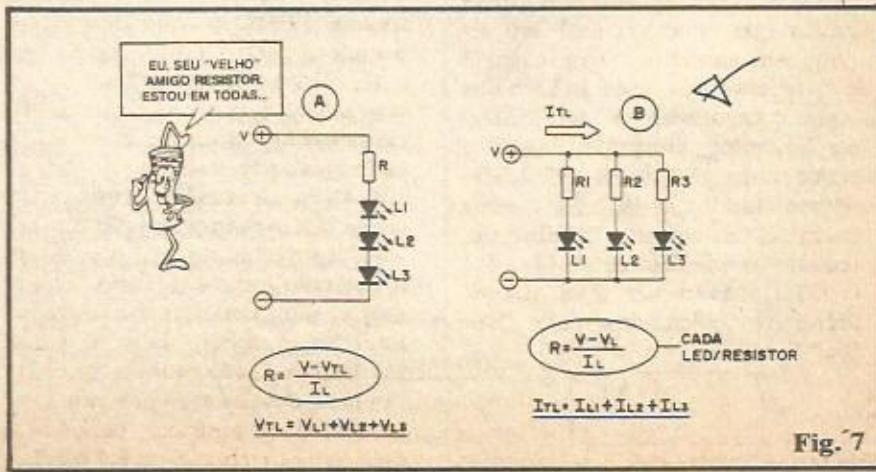

Fig. 7
- FIG. 7-A - Trabalhando em C.C., cuja tensão disponível não seja muito baixa, (embora a corrente possa manter-se em níveis relativamente baixos), uma prática solução é "empilhar" os LEDs (arranjo série). Devemos levar em conta o seguinte: a tensão V disponível na fonte deverá ser igual ou maior do que a soma das quedas de tensão individuais dos LEDs acionados! Já a corrente, uma vez determinada pelo cálculo (e limitada, na prática, pelo resistor R) será a mesma, através de qualquer componente do arranjo
- FIG. 7-B - Quando a tensão disponível não é muito alta (seguramente menor do que a soma das quedas individuais de tensão dos LEDs a serem ligados...) a lógica indica que devemos usar um arranjo em paralelo. Nesse caso, é conveniente que cada LED tenha como companheiro o "seu" resistor limitador, conforme mostra o esqueminha. Se todos os LEDs devam funcionar sob a mesma corrente, então, inevitavelmente, todos os resistores ( $R_1$ ,  $R_2$  e  $R_3$ ...) devem ter seus valores idênticos, calculados pela "velha" fórmula:
- FIG. 8 - E se forem realmente muitos LEDs os que desejamos acender, sob uma fonte de C.C...? A saída que o bom senso nos indica é o arranjo misto, série/paralelo, conforme o exemplo esquematizado na figura. Calculem cada ramo/série exatamente como fizemos no exemplo da fig. 7-A, aproveitando para demarcar a corrente em cada ramo. Finalmente, para determinar a corrente total no sistema, usem a soma mostrada nos cálculos da fig. 7-B. Ponham esses neurônios pra funcionar, e determinem também a dissipação necessária a  $R_1$  e  $R_2$ ...
- FIG. 10 - Um jeito "não muito bom" de acender vários LEDs, em paralelo (uma variação do exemplo mostrado na fig. 7-B). É válido para fontes de baixa tensão (menor do que a soma das tensões diretas individuais dos LEDs) e capaz de fornecer boa corrente... Tem como vantagem a redução do número de resistores a simplesmente UM... Como desvantagem,
conjunto, a mesma queda de tensão que um só LED proporcionaria...), mas ITL é a soma das correntes individuais dos LEDs. Supondo que cada um deles deva trabalhar sob os típicos 20mA, ITL será de 60mA (0,06A). Como é essa soma de corrente que transitará pelo único resistor, ao calcular a dissipação sobre R, tal soma refletirá numa "wattagem" seguramente maior do que a manejada, por exemplo, por cada ("por cada" é um cacofônico horrível, mas de vez em quando é até gostoso de usar... coisas do Português...) resistor do arranjo (também de 3 LEDs) mostrado na fig. 7-B. Notem a fórmula, com as devidas adaptações: